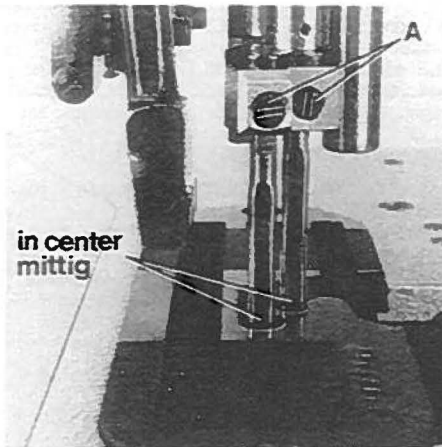
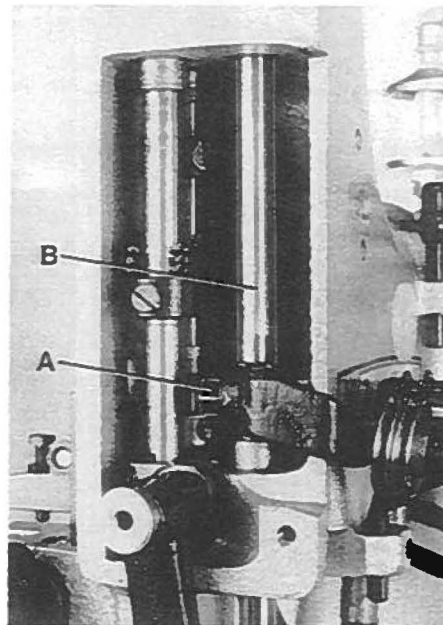
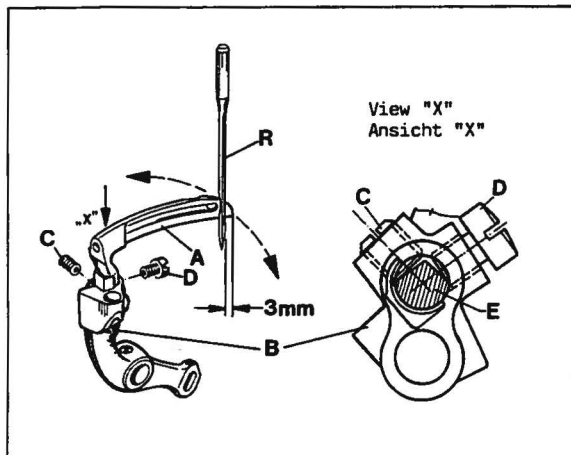

Fig.3
Fig.4
Fig.5
Before adjusting the machine insert a new set of needles with the shank as far as possible into the needle holder. The long groove of the needles must point to the front (towards the operator). Tighten the set screws (A, Fig. 3) on the seats of the needle shank.
Remove the face cover and the finger guard left on the machine head as well as the upper feed dog and the presser foot. Rotate the handwheel in sewing direction and check if the needles center in the associated needle holes of the throat plate (see Fig. 3). If not loosen clamp screw (A, Fig. 4) in the needle bar connection and turn the needle bar (B) accordingly. Retighten screw (A).
Remove the cloth plate with hinge plate and throat plate, the feed dog, the throat plate support and the needle guard. Insert the lower looper (A, Fig. 5) into rear hole of the looper lever (B). Now snug the set screw (C) at the back of looper lever against the flat on the looper shank (E) so that the lower looper point passes as close as possible to the spot on the back of the right needle (R), without deflecting it. Now tighten the second screw (D) firmly.
Rotate handwheel in sewing direction until the point of lower looper (A, Fig. 5) projects 3 mm (1/8 in.) to the right from the right side of the right needle. Lower edge of looper and upper edge of needle eye must be flush in this position. If an adjustment is necessary loosen clamp screw (A, Fig. 4) in the needle bar connection and move the needle bar (B) up or down, as required. Care should be taken not to disturb the alignment of the needle bar when making this adjustment. Retighten clamp screw.
Setzen Sie vor dem Einstellen der Maschine einen Satz neuer Nadeln so ein, daß der Nadelkolben oben im Nadelhalter anstößt und die lange Rinne der Nadeln nach vorne (zur Bedienungsperson) zeigt. Ziehen Sie die Gewindestifte (A, Fig. 3) auf der Befestigungsfläche am Nadelkolben fest.
Entfernen Sie den Abschlußdeckel und den Fingerschutz links am Maschinenkopf, sowie den Obertransporteur und den Drückerfuß. Drehen Sie am Handrad in Nährichtung und prüfen Sie ob die Nadeln mittig in die zugehörigen Stichlöcher der Stichplatte einstechen (siehe Fig. 3). Wenn nicht, lösen Sie die Klemmschraube (A, Fig. 4) im Nadelstangenmitnehmer und drehen die Nadelstange (B) entsprechend. Ziehen Sie die Schraube (A) wieder an.
Entfernen Sie die Stoffplatte mit Scharnierplatte und Stichplatte, den Transporteur, die Stichplattenstütze und den Nadelanschlag. Stecken Sie den Untergreifer (A, Fig. 5) in die hintere Bohrung des Greiferhebels (B). Legen Sie nun den Gewindestift (C) hinten im Greiferhebel an der Fläche des Greiferschaftes (E) so an, daß die Untergreiferspitze so dicht wie möglich in der Hohlkehle auf der Rückseite der rechten Nadel (R) vorbeigeht, ohne diese abzulenken. Ziehen Sie dann die zweite Schraube (D) an.
Drehen Sie am Handrad in Nährichtung bis die Spitze des Untergreifers (A, Fig. 5) 3 mm rechts von der rechten Seite der rechten Nadel steht. In dieser Stellung müssen Unterkante Greifer und Oberkante Nadelöhr bündig sein.
Ist eine Einstellung notwendig, lösen Sie die Klemmschraube (A, Fig. 4) im Nadelstangenmitnehmer und schieben Sie die Nadelstange (B) entsprechend nach oben oder unten. Beachten Sie, daß bei dieser Einstellung die Ausrichtung der Nadelstange nicht verändert wird. Ziehen Sie die Klemmschraube wieder an.